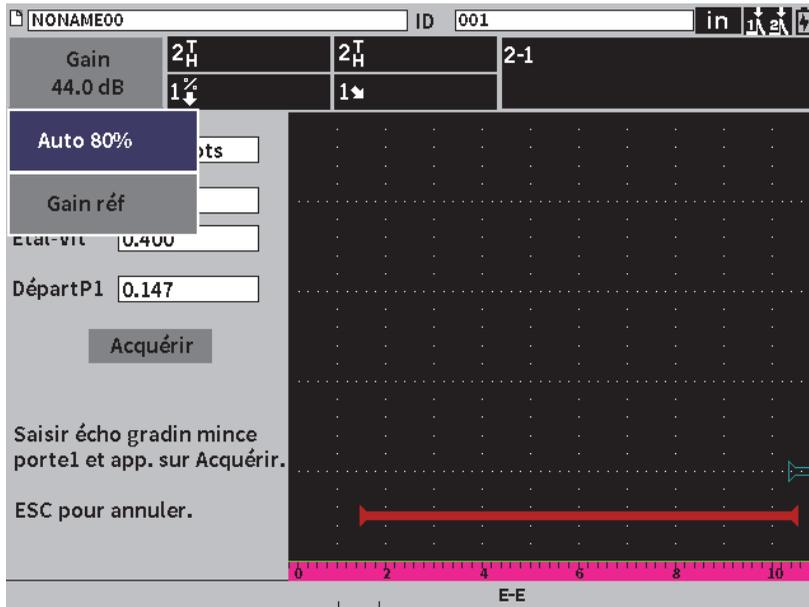

Figure 8-4 Étalonnage — Prêt pour Auto 80 % sur l'écho du gradin mince
8. Appuyez sur la touche de tabulation pour sélectionner le réglage du **gain**, puis effectuez la procédure **Auto 80 %** (voir Figure 8-4 à la page 118). Voir « Utilisation de la fonction Auto XX% » à la page 81 pour en savoir plus sur la procédure **Auto XX %**.